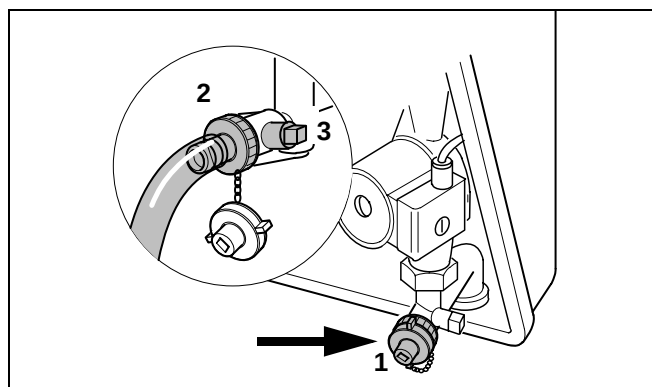

Abb. 11 Heizungsanlage füllen
- Verschlusskappe (Abb. 11, Pos. 1) abschrauben und Schlauchtülle (Abb. 11, Pos. 2) aufschrauben.
- Füll- und Entleerhahn (Abb. 11, Pos. 3) öffnen.